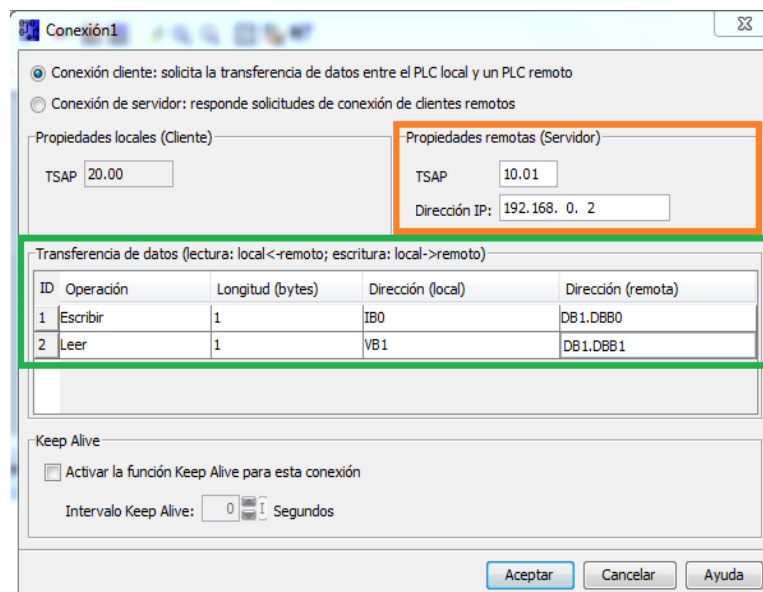

Figura 100: Parámetros de conexión cliente.
4. En la ventana siguiente “Conexión 1” Figura 100, seleccionar conexión cliente, llenar Propiedades remotas y transferencia de datos.